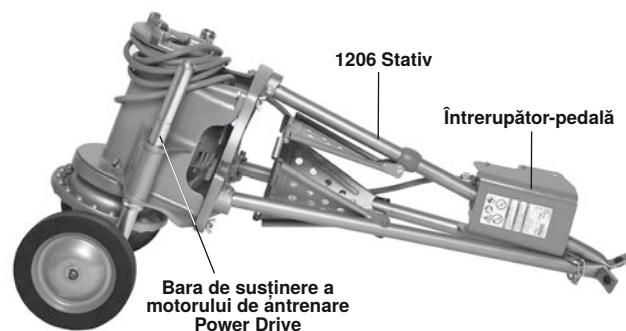

Figura 29 - Mașină pregătită pentru transport cu transportorul nr. 32
5. Înfășurați cablul de alimentare și glisați capacul comutatorului cu picior peste un picior, așa cum se arată în *Figura 29*.